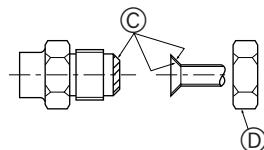

Fig. 4-1
4.2. Anslutningsrör (Fig. 4-1)
Ⓐ (Fig. 4-1)
Ⓑ (Fig. 4-1)